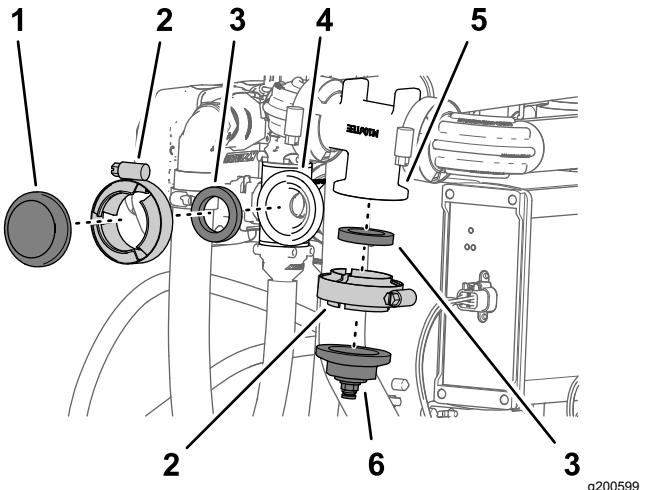

Рисунок 135
1. Снимите фланцевый хомут и прокладку, которые крепят плоскую крышку к фланцу клапана сопла 10 (Рисунок 135).
2. Снимите фланцевый хомут и прокладку, которые крепят крышку и штуцер трубы к фланцу коллектора расходомера (Рисунок 135).